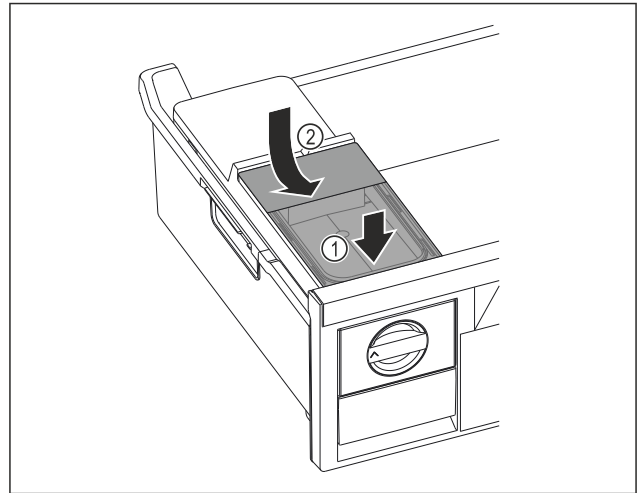

Fig. 30
- ▶ Помістити бак для води спереду. Fig. 30 (1)
- ▶ Опустити бак для води ззаду. Fig. 30 (2)